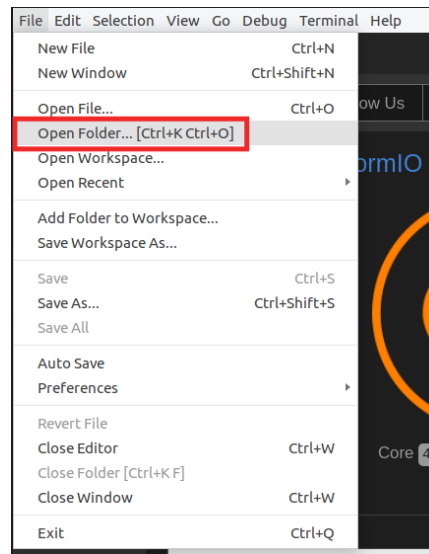

Figura 81. Abrir o exemplo AL_Operations.S
3. Na barra superior, clique em *File→Open Folder...* (Figura 81), e navegue até à pasta